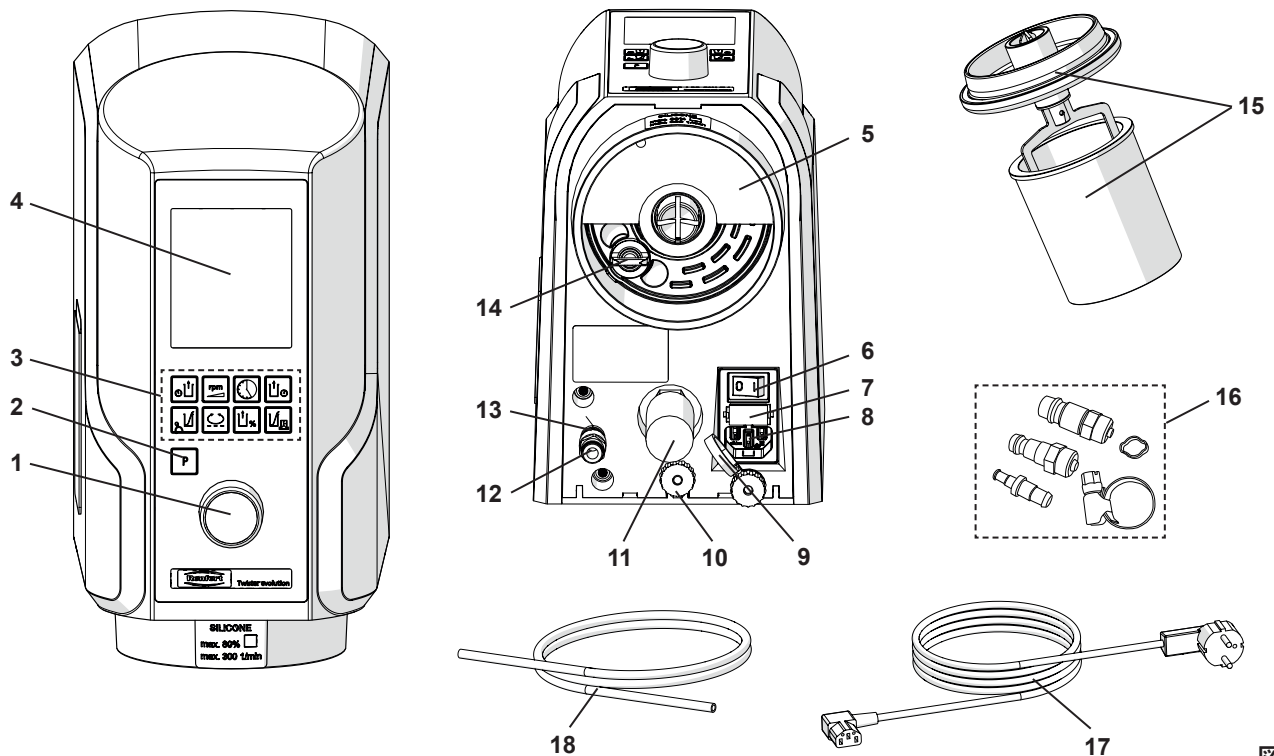

図. 1
- ⇒ エアーホース (18) をエアージョイント (12) のホースジョイントの縁までしっかりと差込みます。その際、軽く抵抗を感じます。
- ⇒ 圧縮エアーネット (16, 図. 1) に接続させるために同梱セットから適切なホースカップリングを選び、ホース末端部に取り付けて下さい。